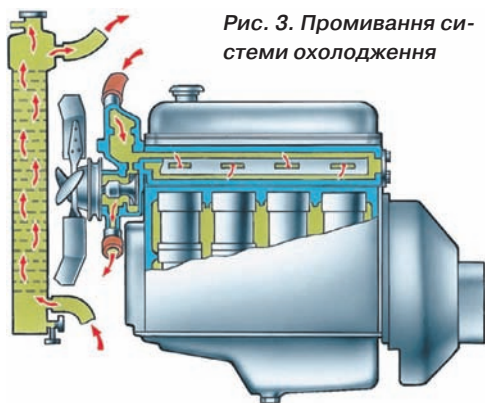

Рис. 3. Промивання системи охолодження
При значному відкладенні накипу і осадів видалення їх з системи охолодження проводьте промивкою сильним струменем чистої води. Двигун промивайте окремо від радіатора (рис. 3), щоб іржа, накип і осади з сорочки охолодження двигуна не засмічували радіатор. Перед промивкою двигуна, в цьому випадку, вийміть термостат і від'єднаєте шланги від радіатора.
3. Промийте радіатор гарячою водою в напрямі, зворотному циркуляції охолодної рідини в двигуні (див. рис. 3) протягом 30–40 хвилин під тиском не більше 49 кПа (0,5 кгс/см²).